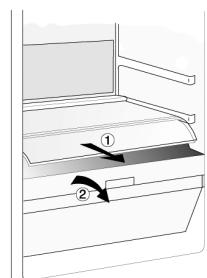

Fig. 2
2. Ta ut facket (se **Fig. 2**)